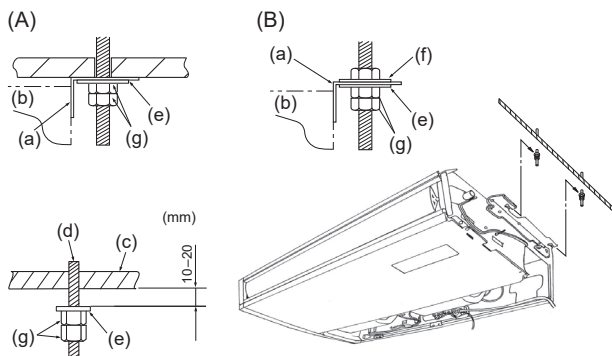

Fig. 3-5
- (2) Si fuerza la rejilla de entrada al abrirla o si la abre a un ángulo superior a 120° podría dañar las bisagras.
3.3. Instalación de la unidad interior (Fig. 3-5)